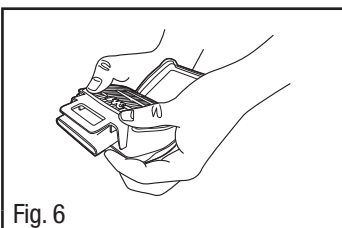

Fig. 6
2. Alinhe a metade maior do retentor com a parte posterior (lado plano) do cartucho. Com as duas mãos, pressione o retentor no cartucho, certificando-se de pressionar todos os quatro cantos do cartucho/retentor do filtro (Fig. 6). O retentor do filtro possui indicadores de ponto de contato em cada canto. Você deve ouvir o retentor se encaixar no lugar.